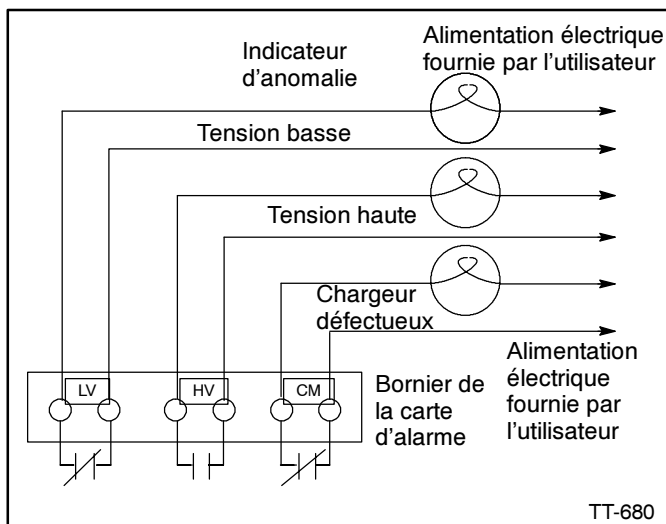

Figure 10. Connexions des indicateurs d'anomalie fournis par l'utilisateur
Pour installer les indicateurs d'anomalie externes fournis par l'utilisateur, connecter l'une des extrémités de l'indicateur à l'un des contacts tension basse (LV) sur le bornier de la carte de l'alarme dans le chargeur, et la fixer à l'aide d'une vis de blocage. Connecter l'autre extrémité de l'indicateur à une source d'alimentation électrique fournie par l'utilisateur. Connecter la source d'alimentation électrique fournie par l'utilisateur à l'autre contact tension basse (LV) sur le bornier de la carte du circuit d'alarme. Pour plus d'informations sur les raccordements par l'utilisateur, se reporter à la Figure 10.
l'indicateur à l'un des contacts tension haute (HV) sur le bornier de la carte de l'alarme dans le chargeur, et la fixer à l'aide d'une vis de blocage (voir Figure 10). Connecter l'autre extrémité de l'indicateur à une source d'alimentation électrique fournie par l'utilisateur. Connecter la source d'alimentation électrique fournie par l'utilisateur à l'autre contact tension haute (HV) sur le bornier de la carte du circuit d'alarme.
Un indicateur d'anomalie fourni par l'utilisateur nécessite une alimentation externe de l'indicateur si l'indicateur n'est pas connecté au contrôleur du groupe électrogène. Pour installer un indicateur d'anomalie fourni par l'utilisateur, connecter une des extrémités de l'indicateur à l'un des contacts CM sur le bornier de la carte d'alarme du chargeur et la fixer à l'aide d'une vis de blocage (voir Figure 10). Connecter l'autre extrémité de l'indicateur à une source d'alimentation électrique fournie par l'utilisateur. Connecter la source d'alimentation électrique à l'autre contact CM sur le bornier de la carte d'alarme. L'appel de courant de l'indicateur d'alarme ne doit pas dépasser l'intensité nominale du circuit d'alarme. (Charge résistive de 1 ampère, charge inductive de 0,5 ampère).